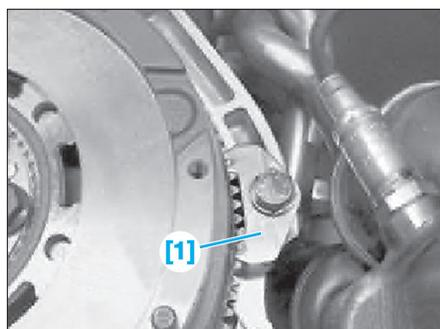

Fig. 1
- [1]. Outil de blocage du volant moteur (ref : 11 9 260) (Fig.1).
- Bloquer le volant moteur avec l'outil [1] (Fig.1).